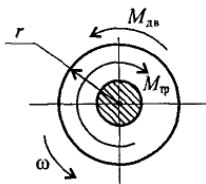

Рис. 17.9
3. После отключения двигателя колесо радиусом 0,5 м и массой 700 кг имело угловую частоту вращения 300 об/мин. Определите момент трения в подшипниках, если вал колеса остановился через 1,5 мин. Вращение принять равнопеременным, колесо считать сплошным цилиндром (рис. 17.9).